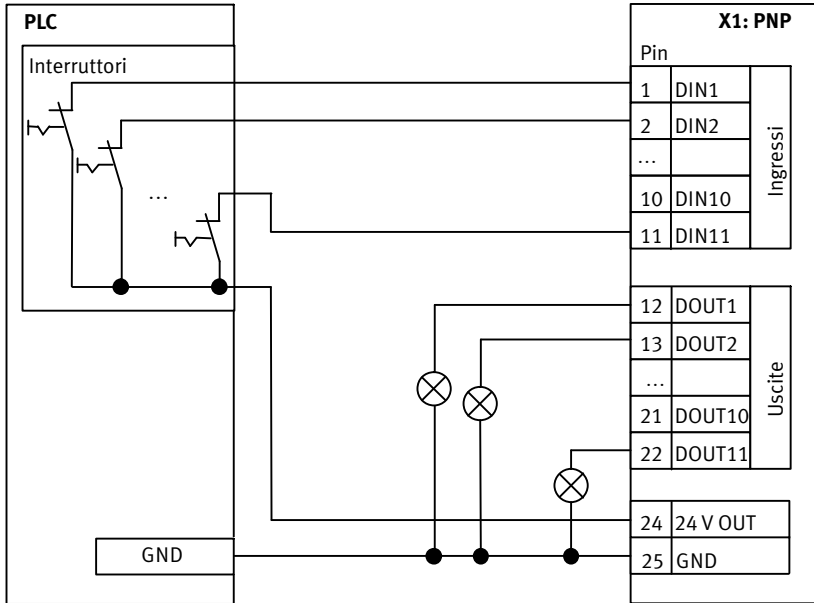

Fig. 4.2 Collegamento della variante dell'interfaccia PNP (CMMO-...DIOP)
- Tipo CMMO-...-DIOP = logica positiva PNP (→ Fig. 4.2)